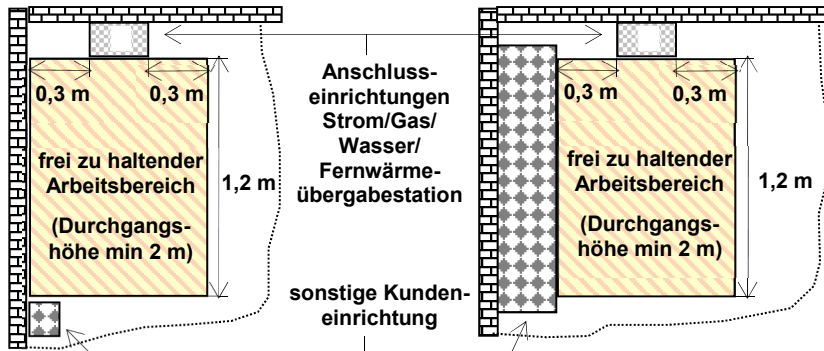

Abbildung 1: Die dauerhaft frei zu haltenden Arbeits- und Bedienbereiche für Anschlusseinrichtungen
**WICHTIG:** Damit Ihr Installateur und das Personal des NB / WVU die Anschlusseinrichtungen sicher bedienen können, müssen notwendige **Arbeits- und Bedienbereiche** eingeplant werden und auch nach Baufertigstellung dauerhaft frei zugänglich sein (siehe Abb. 1 unter Anhang 1).